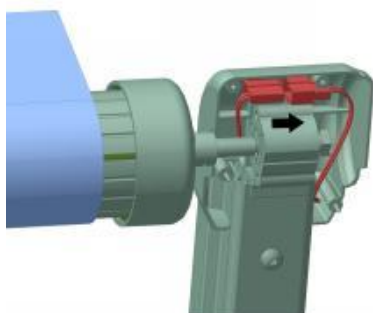

Figura D15
3.7.1 Posizionare la copertura decorativa sulla parte superiore del braccio pieghevole laterale del motore (Figura D15), collegare il cablaggio del motore e